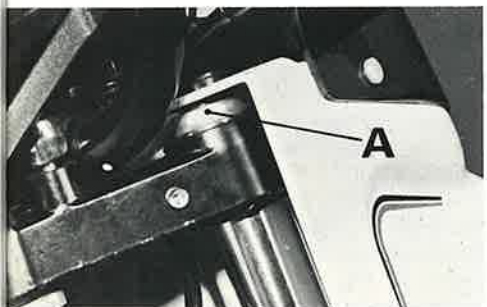

Fig. 22 - Tappi forcella
- Smontare i tappi forcella (A Fig. 22) dopo avere rimosso la mascherina portafaro;